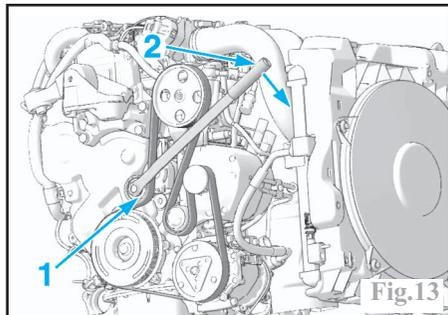

Fig.13
Agir sur le galet tendeur (1) à l'aide de l'outil 0188-Z (2) (Fig.13) ou d'une clé hexagonale jusqu'à la mise en place d'une pige de diamètre 4 mm dans le trou de pigeage (A) (Fig.12).